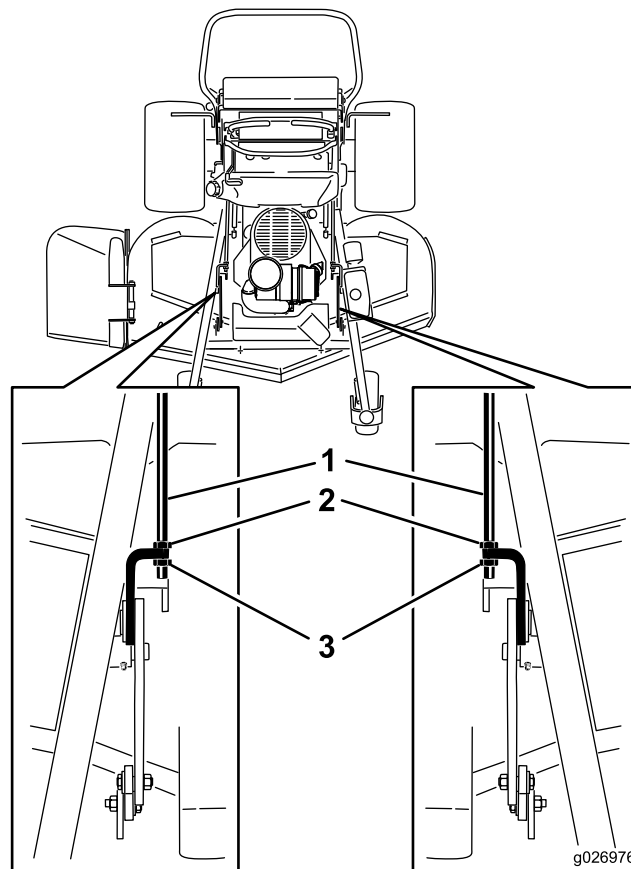

Figure 89
3. Pour les tabliers de coupe de 122 et 132 cm (48 et 52 po), desserrez les deux écrous avant et arrière sur les tiges de réglage (Figure 89).
Remarque: Le tablier de coupe doit reposer entièrement sur les 3 cales de 2x4 (Figure 89).
8. Si les dimensions ne sont correctes, réglez les écrous avant et arrière de chaque côté pour obtenir l'inclinaison longitudinale correcte (Figure 89).